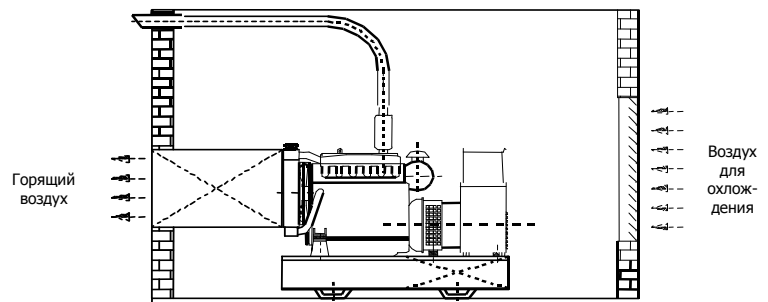

РИС. 9 – Система охлаждения и отвода выхлопа
- Нужно предусматривать гибкое присоединение между глушителем и трубчатой системой выхлопа, чтобы предотвращать передачу колебаний мотора на линии и здание и выравнивать тепловое расширение (см. рис. 9).